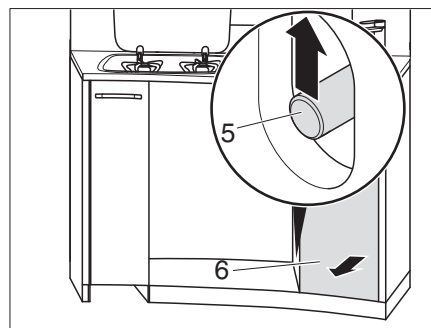

Fig. 134 Sbloccare il cassetto alto della cucina
- Introdurre una mano nell'apertura e spingere l'asta di spinta (Fig. 134,5) verso l'alto.